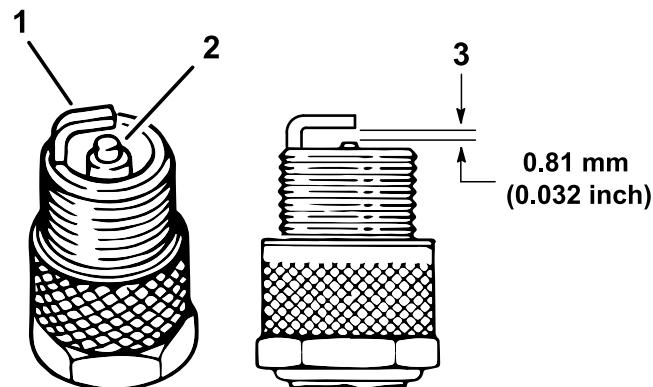

Figura 37
4. Verifique o estado dos elétrodos lateral e central, bem como do isolante do elétrodo central, certificando-se de que não se encontram danificados (Figura 37).
5. Ajuste a folga existente entre a zona central e lateral do eléctrodo para 0,81 mm, como se mostra na Figura 37.